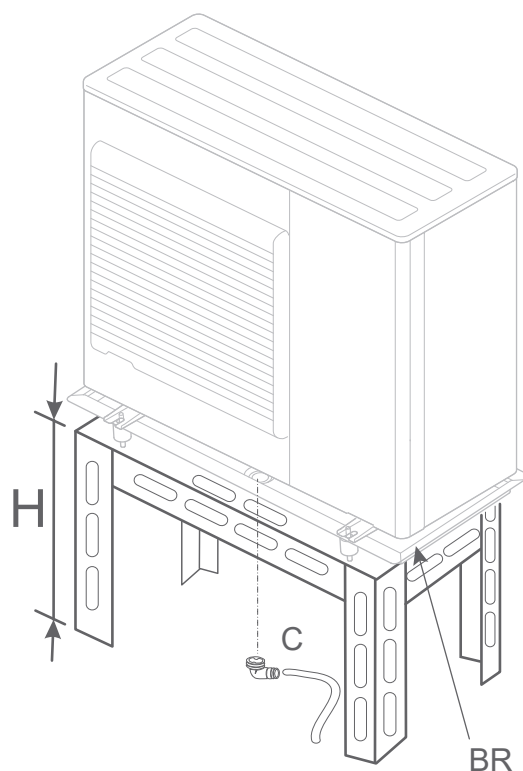

fig. 12 - Pose de l'unité extérieure, évacuation des condensats
- En fonctionnement, de l'eau peut s'évacuer de l'unité extérieure. Ne pas installer l'appareil sur une terrasse, mais préférer un endroit drainé (lit de graviers ou sable). Si l'installation est réalisée dans une région où la température peut être inférieure à 0°C pendant une longue période, vérifier que la présence de glace ne présente aucun danger. Il est aussi possible de raccorder un tuyau d'évacuation sur le bac de récupération de condensats (option) (fig. 12).
L'unité extérieure doit être surélevée d'au moins 50 mm par rapport au sol. Dans les régions enneigées, cette hauteur doit être augmentée mais ne pas dépasser 1.5 m (fig. 12).